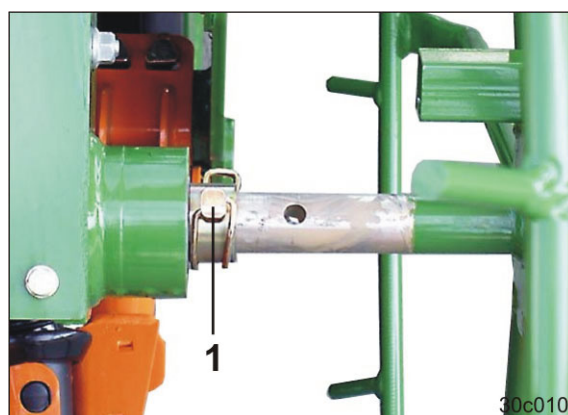

Fig. 148
- 3.1 Desserrer la goupille d'arrêt (Fig. 148/1) et retirer la roue d'entraînement de l'entraînement.